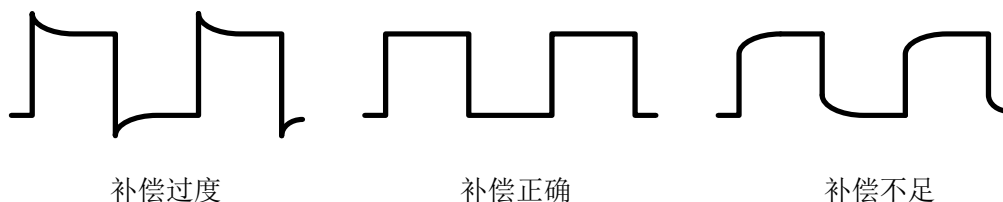

图 1.3 探头补偿参考
- 4) 如果波形不是如图 1.3 所示“补偿正确”的图形，就用非金属质地的改锥调整探头上的可变电容，直到屏幕显示的波形如“补偿正确”的图形为止。